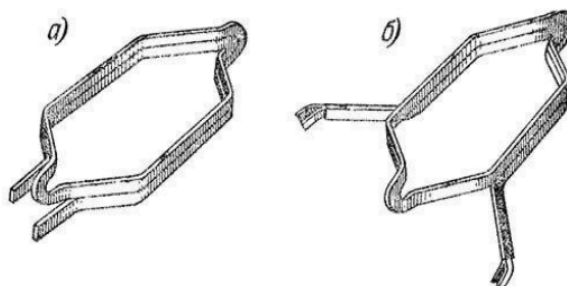

Рис. 2. а) петльова обмотка; б) хвильова обмотка
- на згинальному верстаті котушці-човнику надають форму, відповідну кроку котушки по пазах і типу обмотки (рис. 2);